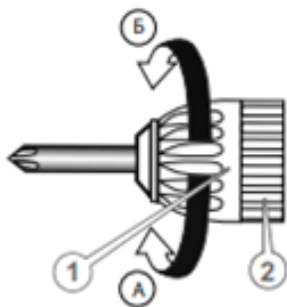

Рисунок 2. Встановлення кінцевого інструмента.
– щоб відкрити затискні кулачки патрона відповідно до діаметра хвостовика змінного кінцевого інструменту: утримуючи однією рукою корпус виробу, повернути другою рукою муфту (1, рис. 2) затискного патрона в напрямку стрілки (Б, рис. 2);
– повернути рукою муфту затискного патрона в напрямку стрілки (А, рис. 2) і надійно зафіксувати кінцевий інструмент в патроні;